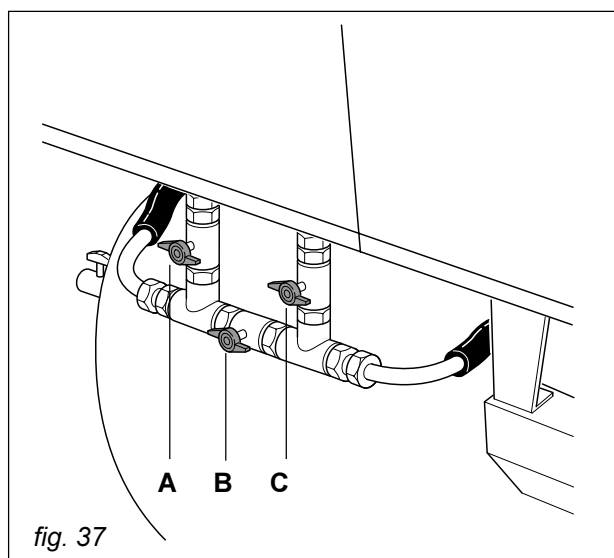

fig. 37
- Ventilerna **A, B och C** i **vertikal position (fig. 37):**
- Ventilerna **A, B och C** i **horisontell position (fig. 37):**